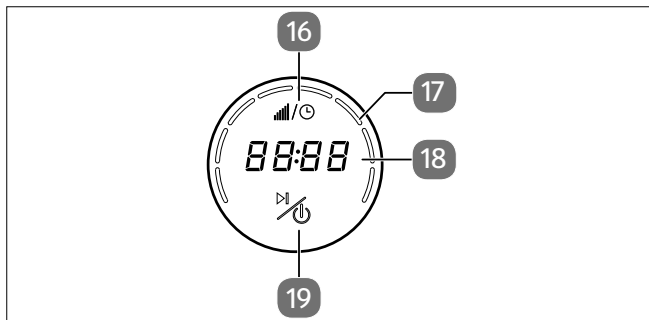

Fig. 3 – Éléments de commande/panneau d'affichage
4. Bouton de réglage de la vitesse (rotation)/éléments de commande/panneau d'affichage (voir Fig. 3)